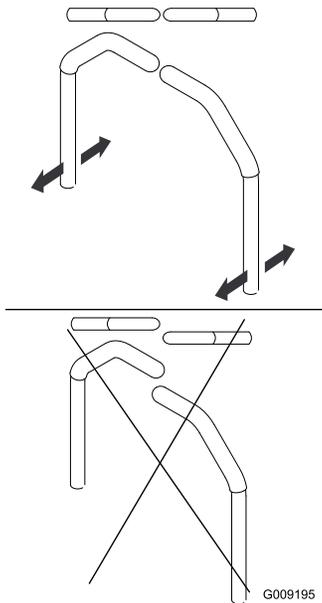

Figura 83
4. Ajuste la posición delante/detrás de las palancas acercándolas a la posición de PUNTO MUERTO, deslícelas hasta que queden alineadas, y apriete los pernos (Figura 83).